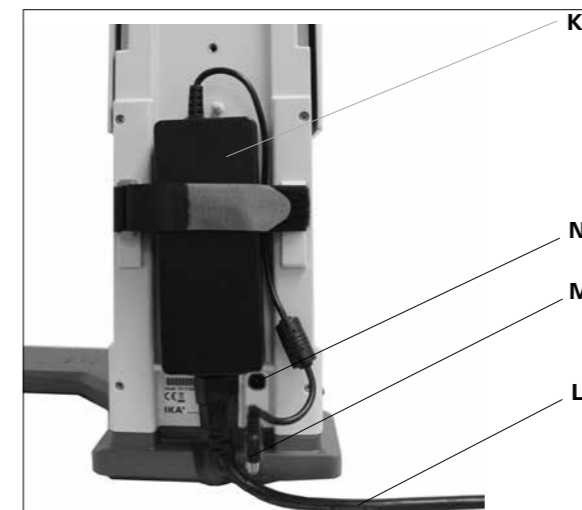

Fig. 9
3) Прикрепите настольный сетевой адаптер. (Fig. 9)
- Прикрепите сетевой адаптер (K) на задней стороне. Закрепите его застежкой «липучка», потянув за оба выступа на сетевом адаптере. Застежка «липучка» не должна находиться в нижней части сетевого адаптера.
- Подключите разъем низкого напряжения (M) к соединительному гнезду (N). (Fig. 9)
- Вставьте сетевой шнур (L) в сетевой адаптер и подключите его к источнику электропитания.